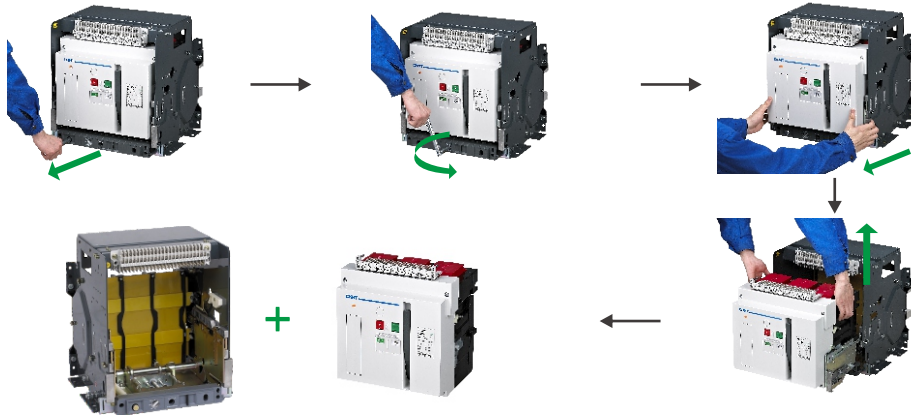

图16 取出隔离开关本体操作
7.2.1 将隔离开关本体从抽屉座中取出(图16)：抽出手柄；并将手柄六角头完全插入抽屉座手柄孔内，逆时针转动手柄，将隔离开关本体从“连接”位置移动至“分离”位置；将手柄拔出后，按图示拉出隔离开关本体(NH1—1000型先按下按钮)，本体向外拉出，注意拉出隔离开关本体时，由于重心前移，要注意防止隔离开关倾倒及跌落；将隔离开关本体从抽屉内取出，然后将抽出导轨推回原处。